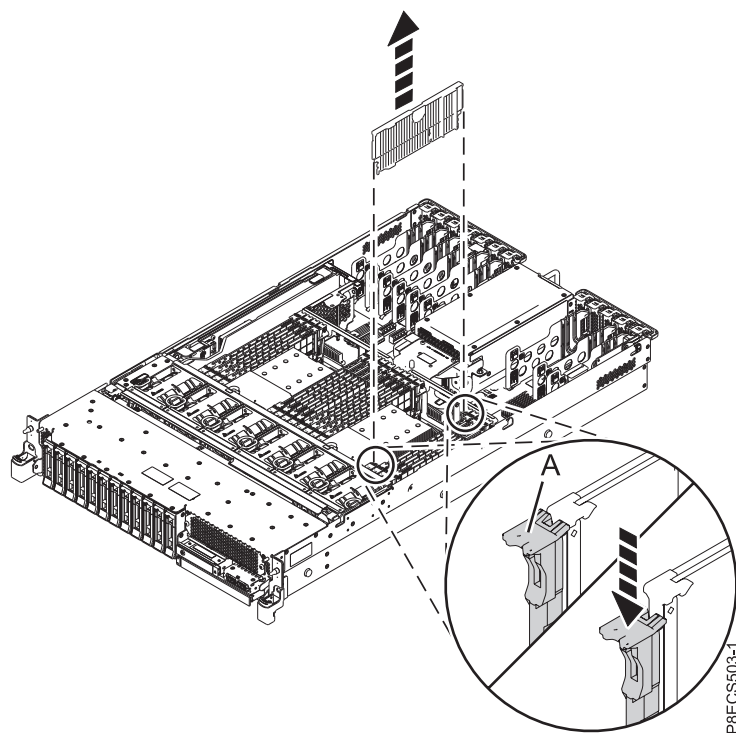

Figura 7. Remover o enchimento de um módulo de memória da ranhura do módulo de memória num sistema 5148-21L, 5148-22L, 8247-21L, 8247-22L, 8284-21A ou 8284-22A
- a. Para desbloquear o enchimento do módulo de memória do conector na ranhura, empurre as patilhas de bloqueio (**A**) na direcção apresentada em Figura 7 na página 13. A acção de alavanca das patilhas força o enchimento do módulo de memória a sair para fora do conector.